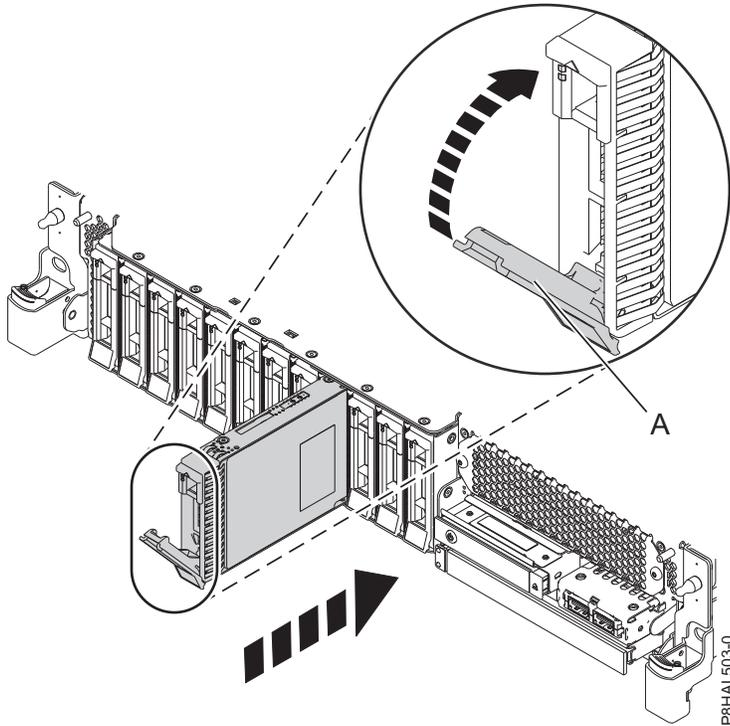
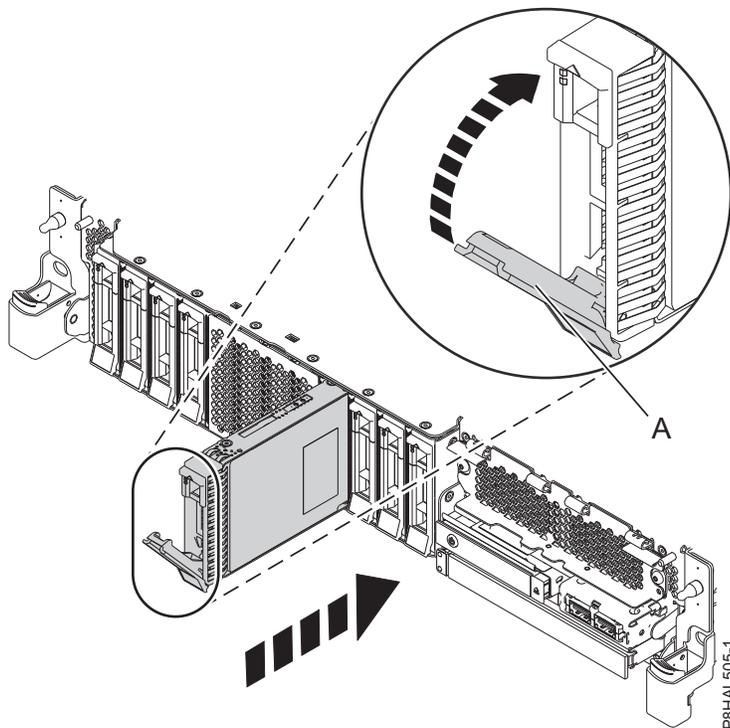

Figure 13. Installation d'une unité de disque dans un système à fonction de base
Figure 14. Installation d'une unité de disque dans un système à fonction étendue
4. Déverrouillez la poignée de la baie d'unité (A) en appuyant dessus et en la tirant vers vous. Si la poignée n'est pas complètement sortie, vous ne pouvez pas insérer l'unité dans le système. Voir figure 13, à la page 18 et figure 14, à la page 18.
8. Lorsque le voyant d'identification s'allume et reste fixe, faites glisser complètement l'unité dans le système et poussez complètement la poignée de la baie d'unité (A) jusqu'à ce qu'elle se verrouille, comme illustré dans la figure ci-dessous. figure 13, à la page 18 et figure 14, à la page 18.